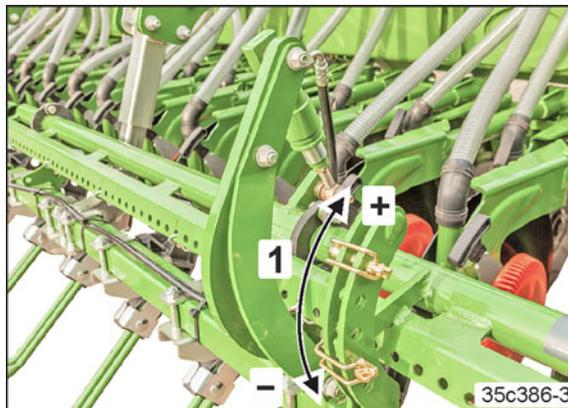

Рис. 191
2. Чем выше в регулирующей кулисе установлены пальцы (Рис. 191/1+), тем больше давление выравнителя.